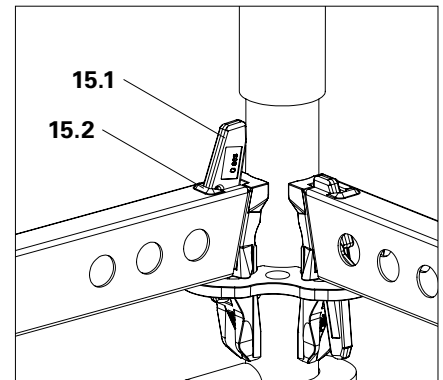
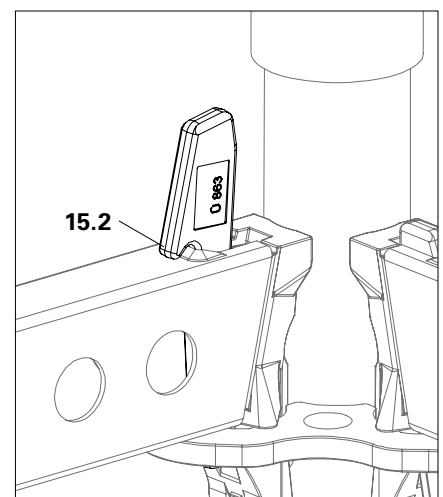

Abb. A3.04b
Abb. A3.05a
Wenn Keil nicht fällt die Keilnase (**15.2**) von Hand vom Horizontalriegel herunter schieben. (Abb. A3.04b + Abb. A3.05a)
2. Keil herausheben und mit Keilnase (**15.2**) auf Horizontalriegel auflegen. (Abb. A3.05a)